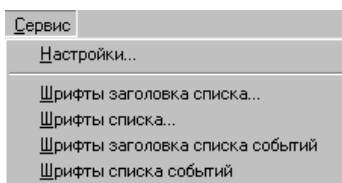

Рисунок 53
3.13.1 Сервисные функции АРМ (рисунок 53) включают в себя настройки шрифтов, звуковых сигналов, пути хранения файлов графики и т.д.: